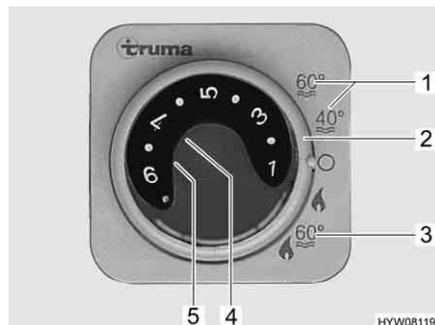

Fig. 148 Unidad de mando para la calefacción/caldera
La caldera está integrada en la calefacción y funciona con gas (funcionamiento a gas) o con gas y/o energía eléctrica (funcionamiento a gas y con electricidad a 230 V). La caldera se conecta en la unidad de mando (Fig. 148) con el interruptor giratorio (Fig. 148,2). En el selector de energía (Fig. 150) se preselecciona el tipo de energía (funcionamiento a gas y con electricidad a 230 V).
En el modo de invierno "calefacción y caldera" (Fig. 148,3), al conectar la calefacción, se calienta automáticamente el agua. Cuando la calefacción se desconecta al alcanzar la temperatura ambiente deseada, la caldera seguirá calentando hasta que se haya alcanzado la temperatura del agua.
En el modo de verano (Fig. 148,1) sólo se calienta el agua de la caldera a 40 °C o 60 °C. El agua se calienta en aprox. 25 minutos a 60 °C. La luz de control amarilla (Fig. 148,5) se enciende durante la fase de calentamiento de la caldera.
La alimentación de corriente para el aparato no puede cortarse por medio del interruptor principal de 12 V. En caso de avería se enciende la luz roja de control (Fig. 148,4) en la unidad de mando (véase el capítulo 14).
- En la unidad de mando (Fig. 148) poner el interruptor giratorio (Fig. 148,2) en "modo de verano" (Fig. 148,1).
La luz de control amarilla (Fig. 148,5) está iluminada durante la fase de calentamiento. Al alcanzar la temperatura del agua finaliza la fase de calentamiento y se apaga la luz de control amarilla.
- En la unidad de mando (Fig. 148) poner el interruptor giratorio (Fig. 148,2) en "0".
La combinación de los funcionamientos a gas y con electricidad a 230 V acorta el tiempo de calentamiento (esto solo es posible si la caldera está ajustada en modo de invierno en la unidad de mando (Fig. 148)).
- En la unidad de mando (Fig. 148) poner el interruptor giratorio (Fig. 148,2) en "O".